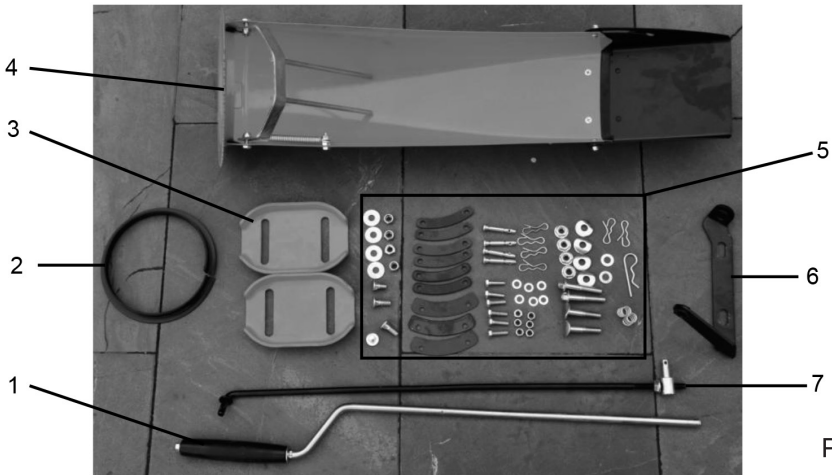

Рис. 4
6.1. Комплект для сборки снегоуборочной машины (Рис. 4)
1. Установите уплотнительную прокладку желоба (Рис. 4, поз. 2) на желоб;